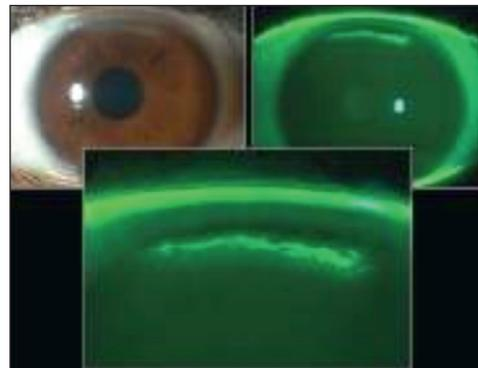

Figure 3.
- le SEAL (*Superior Epithelial Arcuate Lesion*) : lésion cornéenne arciforme supérieure due à la pression exercée par la paupière supérieure, surajoutée à celle de la lentille (figure 3) ;